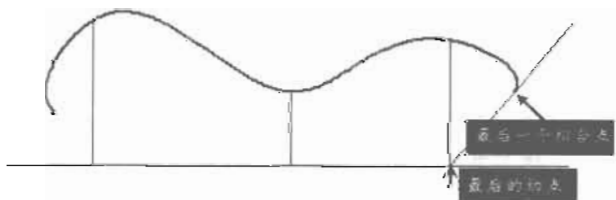

图 5-66
(8) 端点相切: 停止基于切向创建曲线。可通过指定拟合点继续创建样条曲线。选择“端点相切”后, 将提示您指定最后一个输入拟合点的最后一个切点, 如图 5-66 所示。